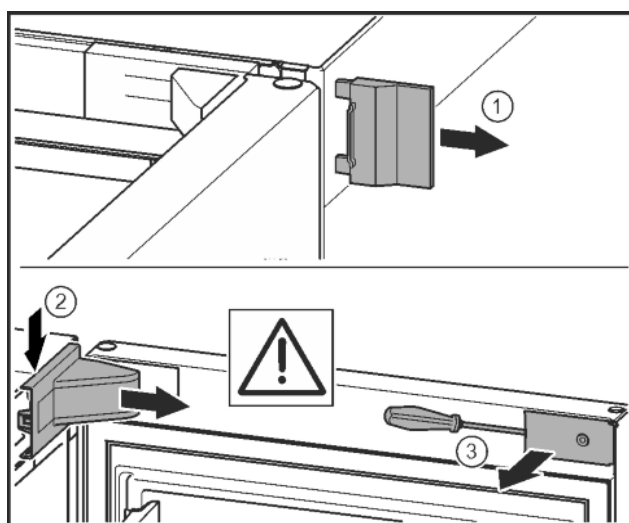

Fig. 11*
- Zdjąć zewnętrzną osłonę.* Fig. 11 (1)
- Wyczepić i poluzować osłonę płytki zawiasu. Zdjąć osłonę płytki zawiasu.* Fig. 11 (2)
- Przy pomocy śrubokręta wyczepić zaślepkę i odchylić w bok.* Fig. 11 (3)